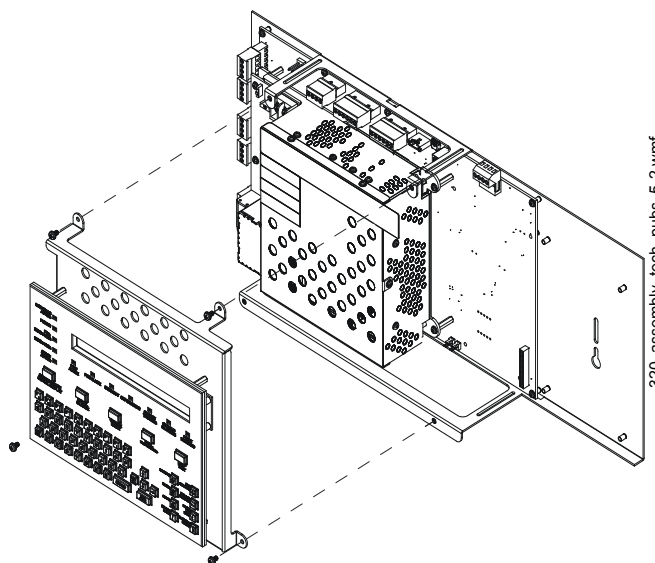

Figura 3.2 Extracción y reinstalación del KDM-R2
1. Extraiga y reinstale el KDM-R2 como se muestra en la Figura 3.2. Es aconsejable realizar un cableado básico en campo antes de reinstalar el KDM-R2.